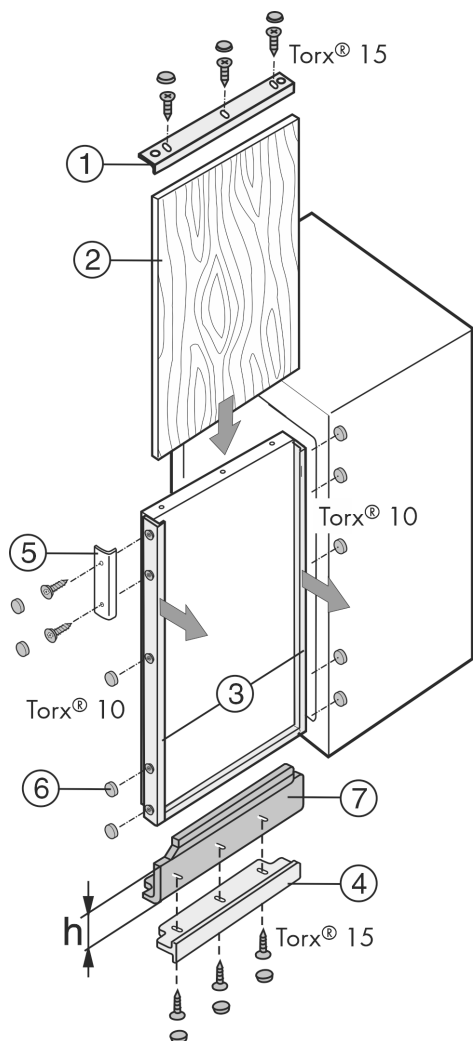

Fig. 42
Ha már rendelkezésre áll dekorlap, de túl kicsi a magassága, akkor különböző magasságú kiegyenlítő lemezek Fig. 42 (7) révén illeszthető a helyére.